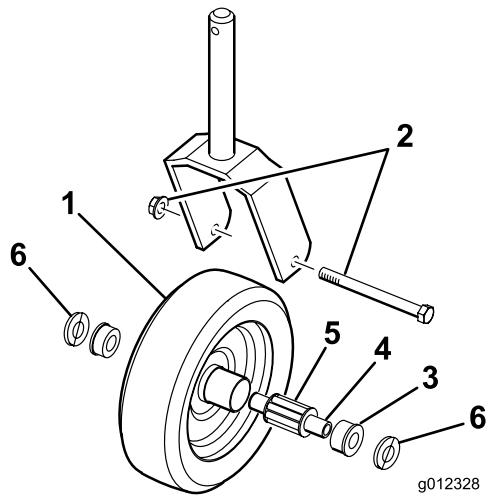

Figura 26
1. Togliete il dado di bloccaggio dalla vite a testa cilindrica che fissa la rotella orientabile alla forcella (Figura 26). Afferrate la ruota orientabile ed estraete la vite a testa cilindrica dalla forcella.
2. Estraete la boccola chiave dal mozzo della ruota (Figura 26).
3. Togliete la boccola dal mozzo della ruota e lasciate cadere il cuscinetto (Figura 26). Togliete la boccola dalla parte opposta del mozzo della ruota.
6. Fate scorrere con cautela la boccola chiave nelle boccole e nel mozzo della ruota (Figura 26).